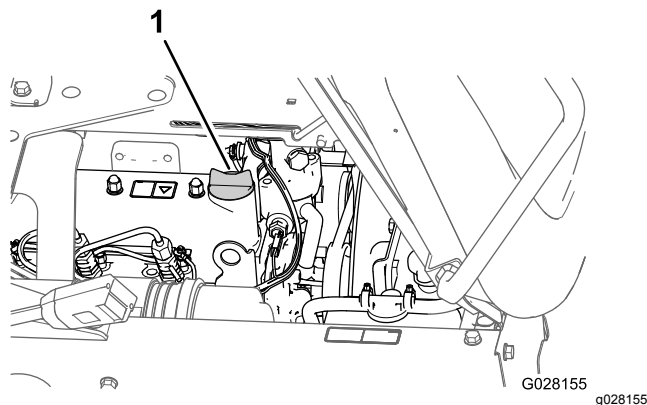

Figura 70
3. Se il livello dell'olio è basso, rimuovete il tappo di riempimento dal coperchio della valvola e versate olio nel collo del bocchettone fino a quando il livello dell'olio non raggiunge il segno di pieno sull'asta di livello (Figura 70).